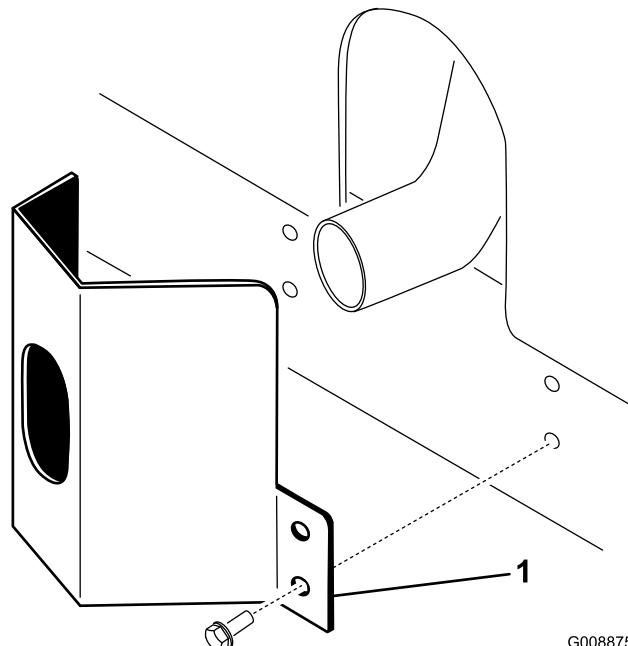

図 10
2. タップ・ネジ4本で固定する(図 10)。
1. フレームについている取り付け穴に合わせてマフラーパーティションにガードを取り付ける(図 10)。